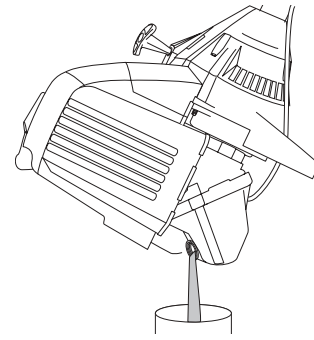

Fig. 33
3. Vierta el aceite fuera del orificio de llenado de aceite en un recipiente inclinando la unidad hasta una posición vertical (Fig. 33). Deje suficiente tiempo como para completar el drenaje.